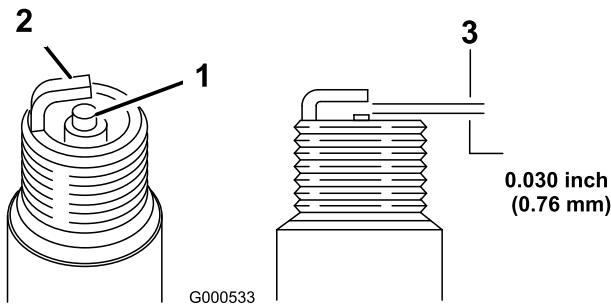

Figure 27
1. Examinez le centre de la bougie (Figure 27). Si le bec de l'isolateur est recouvert d'un léger dépôt gris ou brun, le moteur fonctionne correctement. S'il est couvert d'un dépôt noir, c'est généralement signe que le filtre à air est encrassé.
2. Contrôlez l'écartement entre l'électrode centrale et l'électrode latérale (Figure 27). Courbez l'électrode latérale (Figure 27) si l'écartement est incorrect.